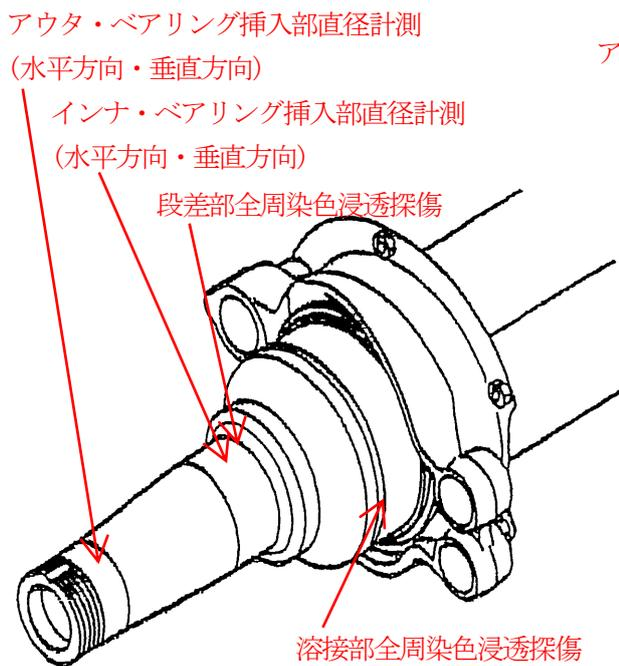

図1 アクスル・スピンドル部の点検
- スピンドルの段差部および溶接部の亀裂の有無を染色浸透探傷により点検して下さい(図1及び写真1参照)。
- アウト・ベアリング挿入部直径およびインナ・ベアリング挿入部直径をマイクロメータ等で計測し(図1及び写真1～写真3参照)、使用限度寸法(表2参照)以上であることを点検して下さい。計測は水平方向及び垂直方向にて行ってください。